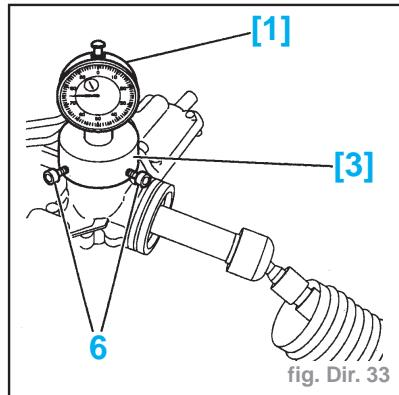

fig. Dir. 33
- Mettre en place les outils [1] (-.1505, [2] (-.0720-C (rallonge) et [3] (-.0720-B (fig. Dir. 33)
- Serrer les vis (6) à la main jusqu'à l'appui.